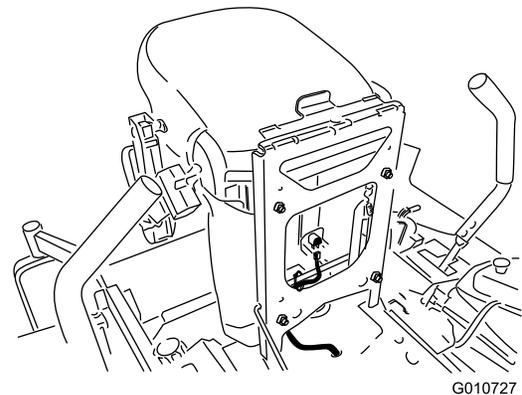

Figure 10
7. Rebranchez le connecteur du faisceau au contacteur de siège situé sous le siège (Figure 10).